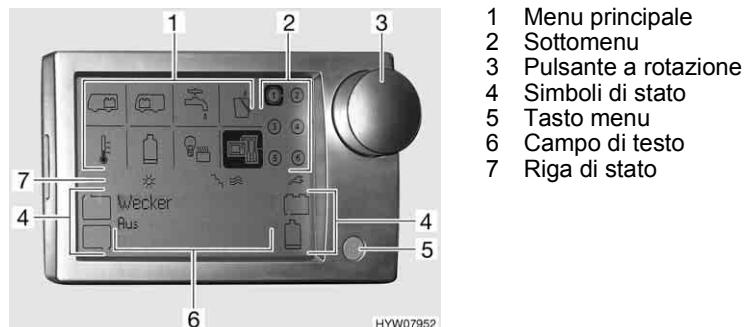

Fig. 138 Pannello di controllo (E-Display)
Il pulsante a rotazione (Fig. 138,3) inserisce o disinserisce il pannello di controllo e l'alimentazione a 12 V dell'abitacolo.
- Premere il pulsante a rotazione (Fig. 138,3): L'alimentazione a 12 V dell'abitacolo è inserita. Il display LCD indica gli attuali dati e si illumina per ca. 15 secondi. In caso di allarme appare inoltre il rispettivo indicatore.
- Premere il pulsante a rotazione (Fig. 138,3) per più di 1 secondo: L'alimentazione a 12 V dell'abitacolo è disinserita. Il display LCD si dissolve.
- Finestra simboli con menu principale (Fig. 138,1) e sottomenu (Fig. 138,2)
- Riga di stato (Fig. 138,7)
- Riga informativa con simboli di stato (Fig. 138,4) e campo di testo (Fig. 138,6)
Finestra dei simboli Nella finestra dei simboli, azionando il pulsante a rotazione (Fig. 138,3) è possibile selezionare i simboli del menu principale e richiamarne i relativi sottomenu.
Per lasciare il menu, premere il tasto blu (Fig. 138,5) oppure tornare indietro mediante il pulsante a rotazione.